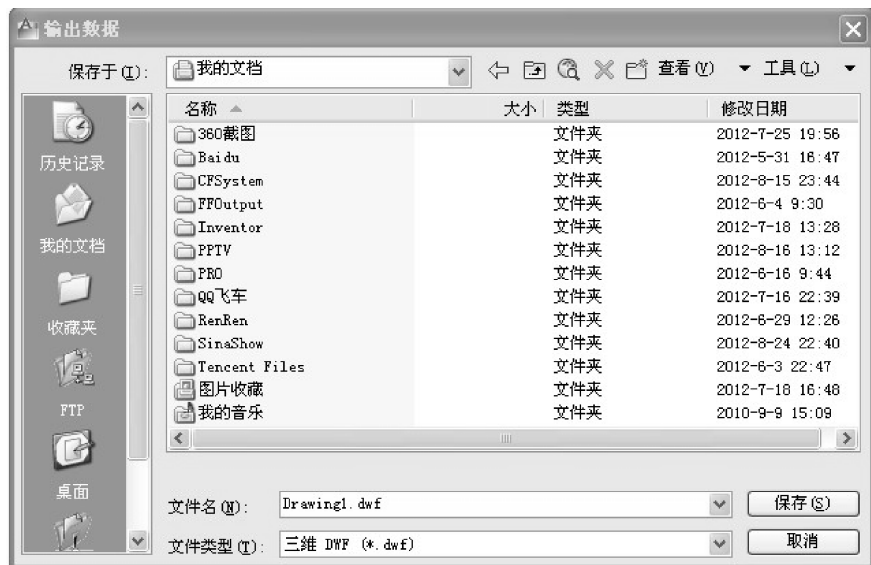

图 1-4 “输出数据”对话框
- 1) 选择“文件”→“输出”命令，打开“输出数据”对话框，如图 1-4 所示。